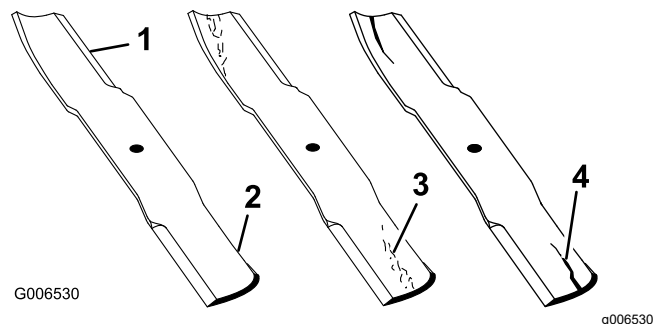

Figura 50
1. Inspeccione los filos de corte (Figura 50).
4. Si observa fisuras, desgaste o la formación de una ranura en esta zona, instale de inmediato una cuchilla nueva (Figura 50).